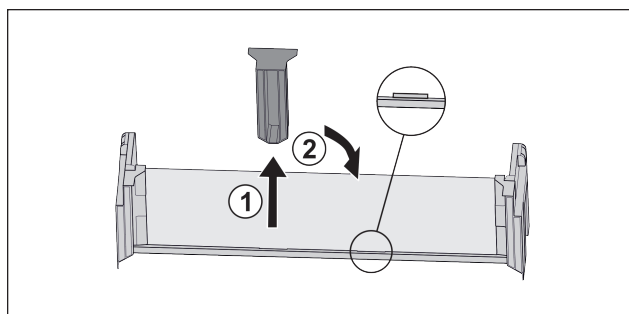

Fig. 18
- ▶ Desprindeți piesa de susținere intermediară Fig. 18 (1).
- ▶ Introduceți piesa de susținere intermediară la a doua poziție Fig. 18 (2).